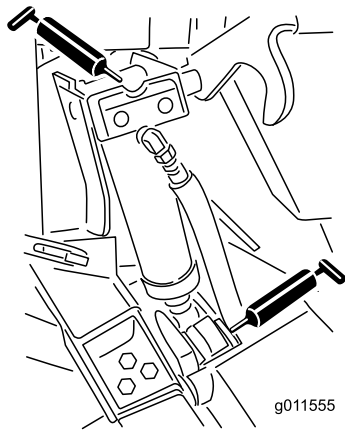

Figura 87
- 4 casquillos de los cilindros de elevación (Figura 87)